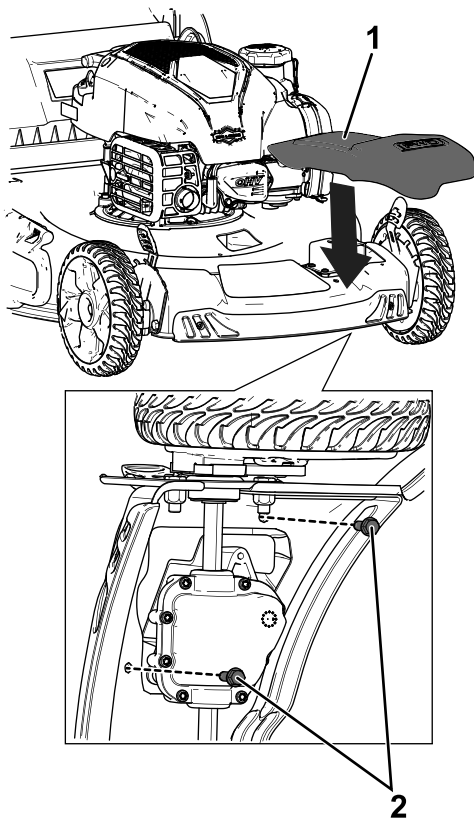

**Figura 5**
1. Montate i 2 bulloni di montaggio del motore ( $\frac{3}{8}$ " x 1") e serrateli a 46 N·m; vedere Figura 5.